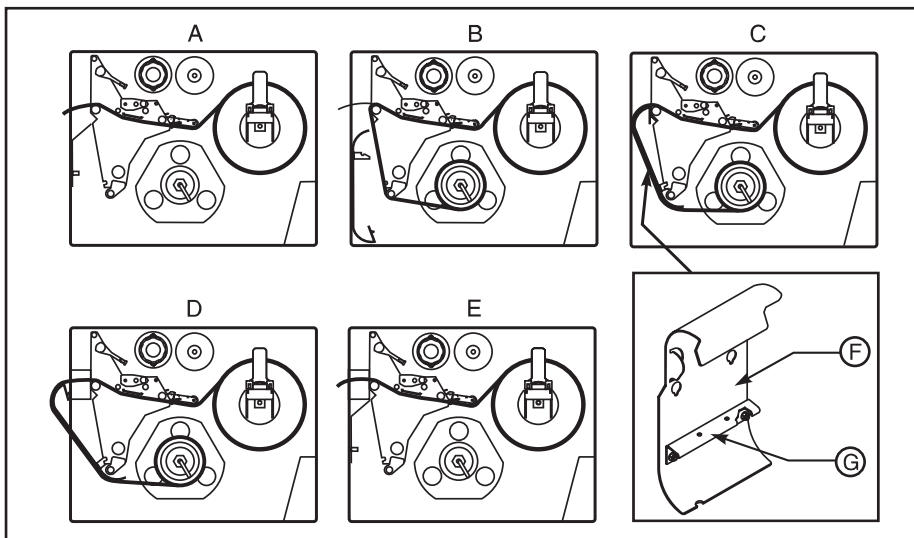

Figura 6
### Carga del rollo de papel en la modalidad de arrancado (Figura 6-A)
## **Modalidad de pelado (Figura 6-B)**
1. Quite la placa de rebobinado del papel (Figura 6-F) de su posición de almacenamiento en la parte delantera del mecanismo de impresión, dentro del compartimiento del papel.
2. Invierta la placa de rebobinado de modo que el labio de la placa del gancho conectado (Figura 6-G) apunte hacia abajo.
4. (Solamente para impresoras con opción de corte/ rebobinado, Figura 6-D). Inserte las dos lengüetas pequeñas de la placa de rebobinado en las ranuras correspondientes del soporte del cortador. La placa de rebobinado debe “saltar por resorte” a la posición apropiada.
### Modalidad de cortado (Figura 6-E)
- Cargue el papel según las instrucciones indicadas arriba para la modalidad de arrancado, excepto que debe pasar el papel por el módulo del cortador según se muestra en la Figura 6-E.